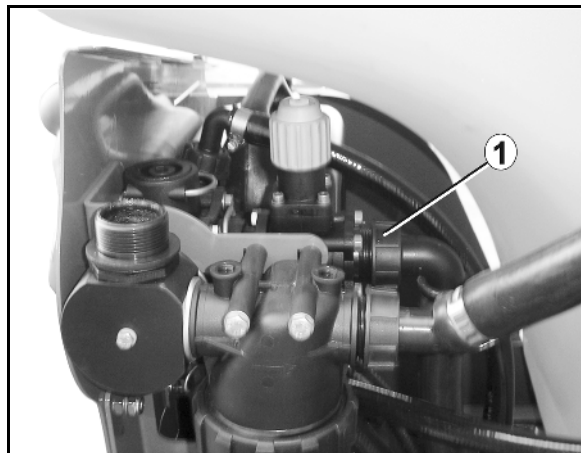

Рис. 154
1. Открутите накидную гайку (Рис. 154/1).